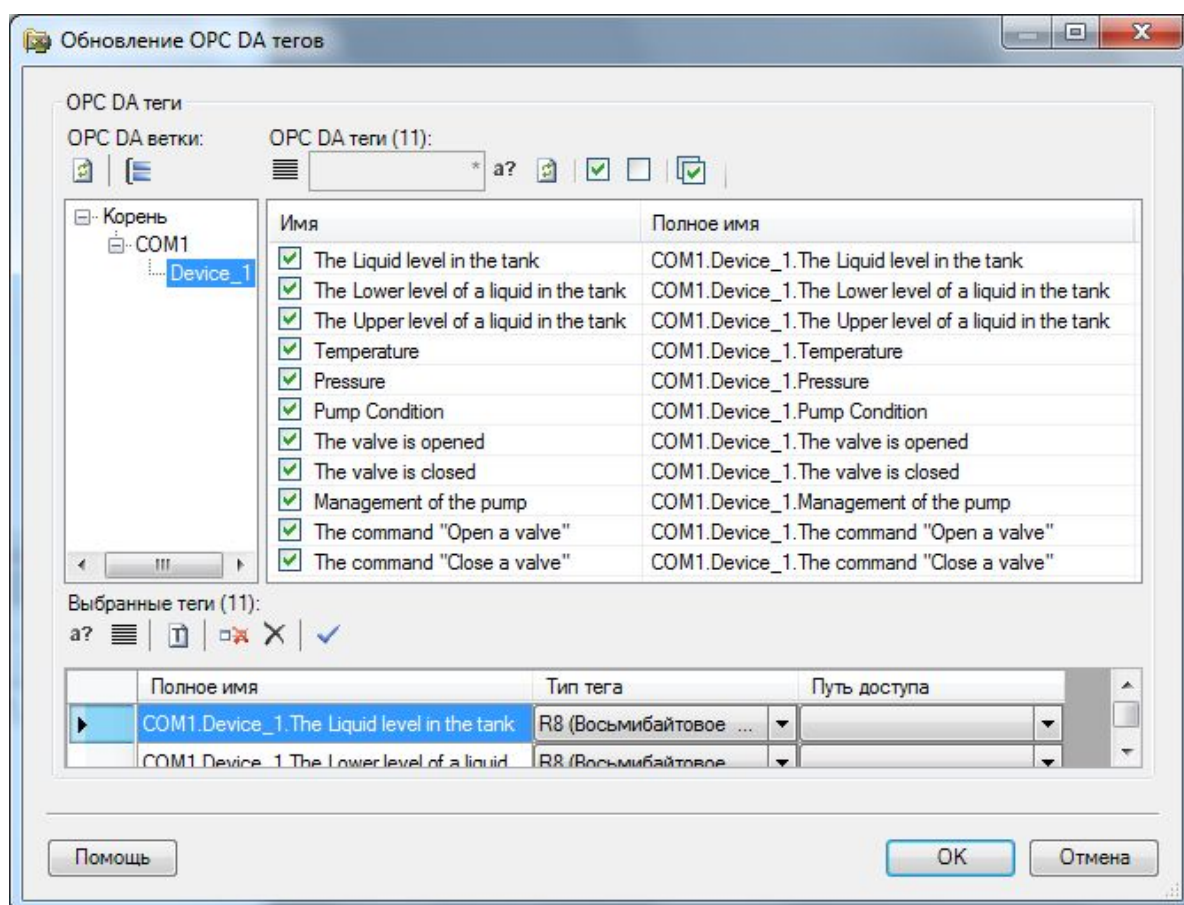

Рисунок 2.12 – Выбор тегов OPC DA сервера для обмена
- 5 В появившемся окне **Обновление OPC DA тегов** указать теги OPC сервера для обмена данными (рисунок 2.12)